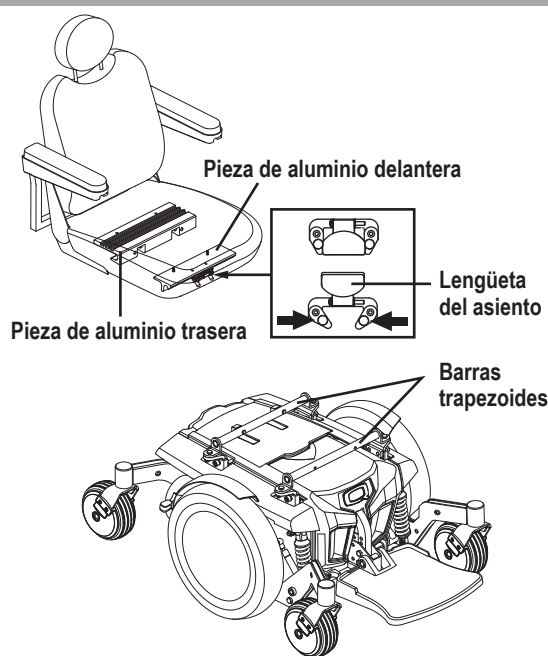

Figura 6. Sistema de Montaje Universal y el asiento contorneado
Instale el asiento antes de utilizar la silla por primera vez o tras haberla transportado a su lugar de destino. Instale el asiento antes de utilizar la silla por primera vez tras haberla transportado a su lugar de destino. La mayoría de los asientos están unidos a la base eléctrica mediante el Sistema de Montaje Universal (UMS). Se trata de piezas universales que pueden utilizarse con cualquier respaldo medio o alto, independientemente de la profundidad y anchura del asiento. Los dos componentes principales son de aluminio extruido y están ubicados en la base del asiento. Estas piezas se unen a un par de barras trapezoides que se acoplan a la base eléctrica. **Ver figura 6.**
1. Incline el asiento y encaje la pieza de aluminio trasera en la barra trapezoide trasera. **Ver figura 6.**
4. Mueva hacia abajo la lengüeta de seguridad. **Ver figura 6.**